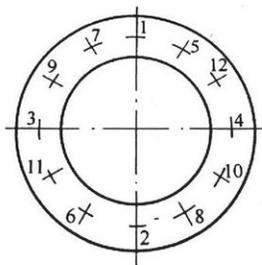

图2
3、在拧紧螺帽时，要采用对角线拧紧法（图2），否则容易引起倾斜，产生泄漏。[1][2]